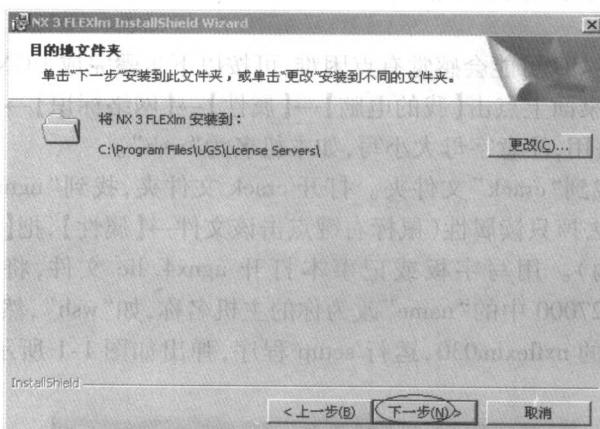

图 1-3 安装许可证文件路径界面
(5) 单击【下一步】,出现安装许可证文件路径界面,如图 1-3 所示,默认路径。